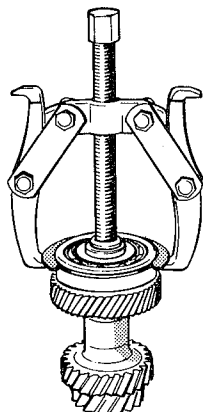

fig. 85
2. Instalar o anel-trava da capa do rolamento e, com um sacador de duas garras apoiadas no anel-trava, remover o rolamento (fig. 85). Remover o anel-trava da capa do rolamento